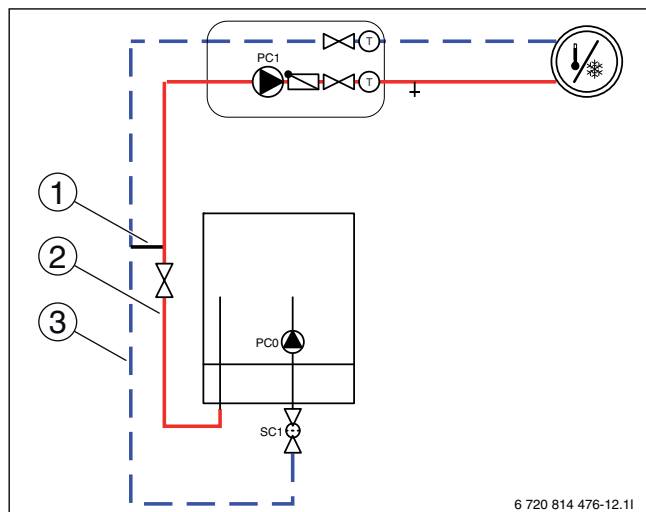
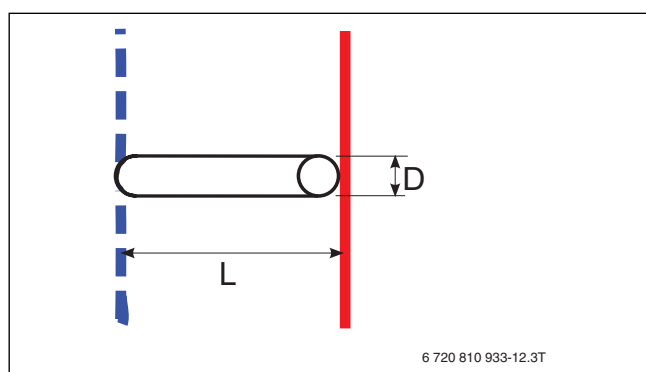
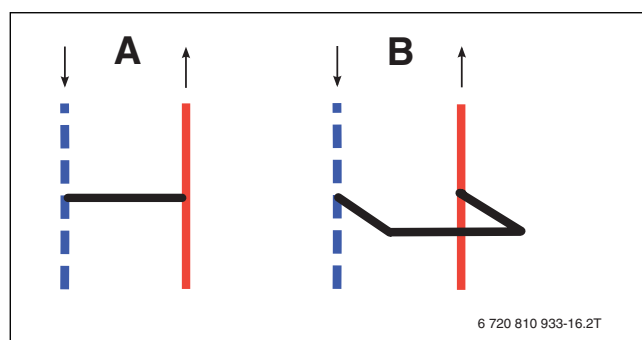

Fig. 5 Unidad interior con circuito de calefacción y bypass
Fig. 7 Vista detallada del bypass (→ [1] [ASE/ASB] fig. 5 y 6)
Fig. 8 Conducto de bypass
- [1] Bypass (→ fig. 7) (→ [1] tab. 11)
| Unidad exterior | ([2] y [3] → fig. 5 [ASE/ASB] y 6) diámetro de tubo impulsión/retorno exterior | ([1] → fig. 5 y 6) diámetro de tubo bypass exterior ([D] → fig. 7) | Modelo bypass                                        |                                                      |
|                 | mm                                                                             | mm                                                                 | ([A] → fig. 8) Longitud mínima bypass ([L] → fig. 7) | ([B] → fig. 8) Longitud mínima bypass ([L] → fig. 7) |